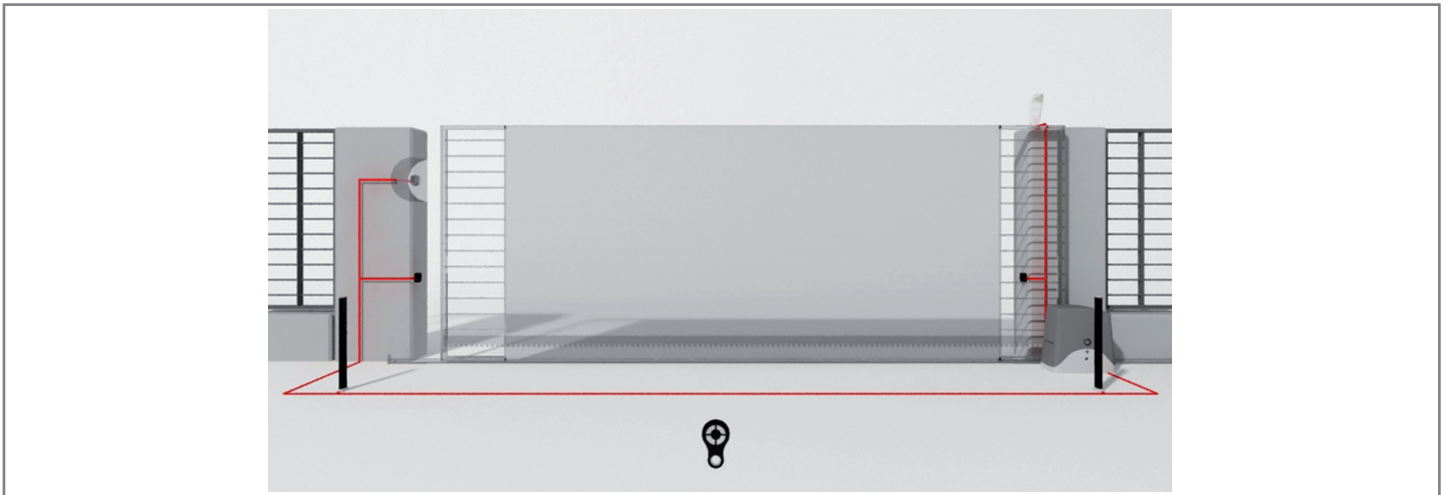

**Fig. 2 IT - Installazione tipica**
- Waga i wymiary bramy lub drzwi muszą zawierać się w maksymalnych granicach zastosowania wskazanych na Rys.2
Na rys.2 przedstawiono tytułem przykładu typowy sposób instalacji: